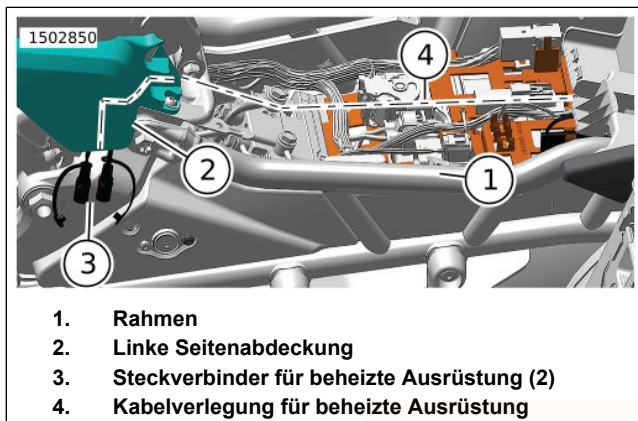

Abbildung 44. Verlegung des Steckverbinders für beheizte Ausrüstung
3. Abbildung 44 Den Kabelbaum für beheizte Ausrüstung zur linken Seitenabdeckung (2) hin verlegen (4).
4. Den Kabelbaum hinter der linken Seitenabdeckung (2) an der Rückseite nach unten führen.